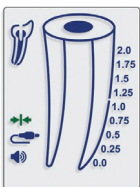

Рис. 3
- 5.3.2. На дисплее появится значок "Connection" (Соединение) , указывающий на правильное соединение (рис. 3).